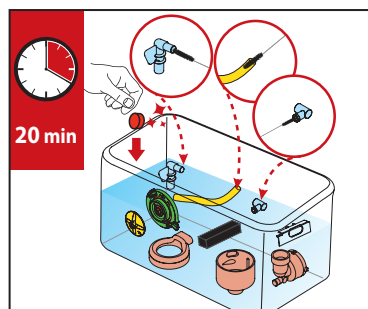

図1
1. ミキシングシステムの部品すべてを容器に入れ、使用する場所で承認されている食品用の洗剤と熱湯に約20分間浸しておきます（図1を参照）。